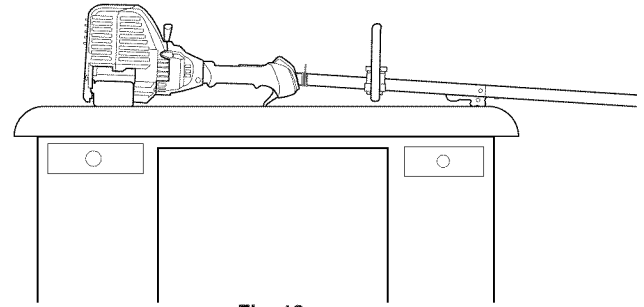

Fig. 18
2. **Coloque la unidad en una superficie plana**, como un banco de trabajo o una mesa. El protector del cabezal de corte debe colgar sobre el borde para que el motor esté nivelado (Fig. 18).